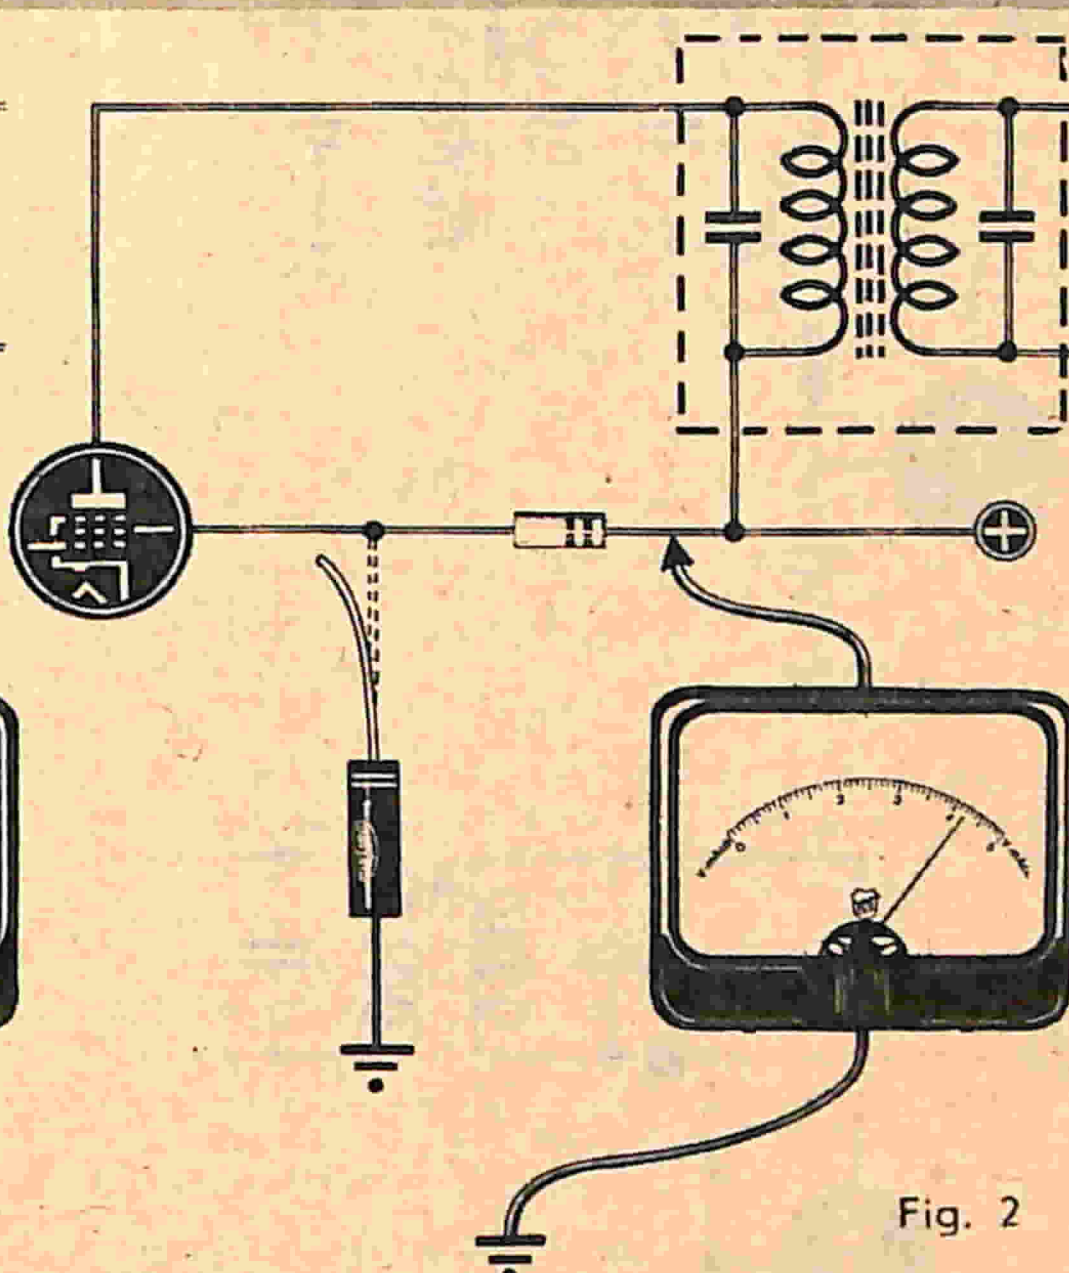

Fig. 2
misureremo la tensione prima della resistenza (fig. 2): se questa esistesse significa che la resistenza è bruciata e necessita sostituirla.
1) Considerando la parte alimentatrice come tre distinti alimentatori, risultano tre masse distinte (fig. 2 - Pag. 252). Vorrei sapere se le stesse debbano venire unite e collegate alle masse delle parti di alta e bassa frequenza.